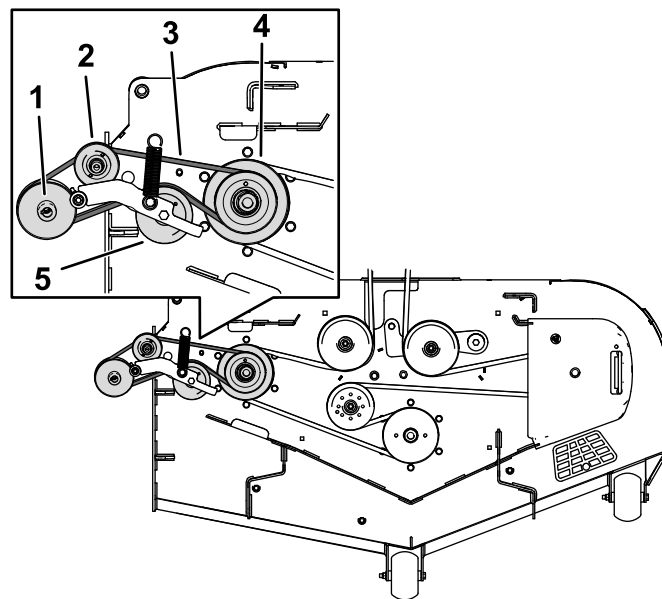

Figure 43
- Chaussez la courroie du ventilateur sur la poulie d'entraînement, comme montré à la Figure 43.